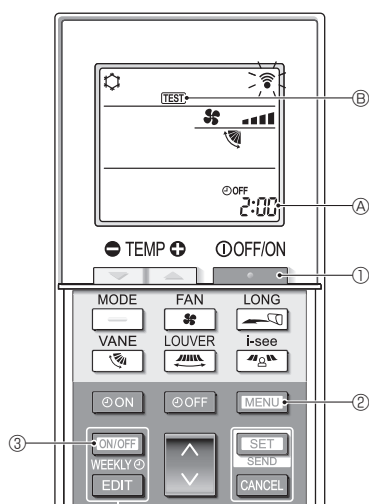

Fig. 7-5
7.2.2. Անլար հեռակառավարման վահանակի օգտագործում (Fig. 7-5)
- Սեղմեք [ON/OFF] կոճակը ① օդորակիչը անջատելու համար:
- Եթե շաբաթական ժամանակացույցը միացված է (WEEKLY միացված է), սեղմեք [ON/OFF WEEKLY] կոճակը ③ այն անջատելու համար (WEEKLY անջատված է):
- Սեղմած պահեք [MENU] կոճակը ②՝ 5 վայրկյանի ընթացքում:
- Սեղմեք [MENU] կոճակը ②: